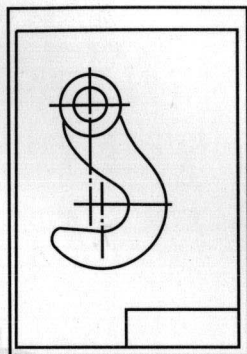

图1-3
4. 用几何作图方法画出图形的轮廓线（找出圆心和切点的位置），如图1-3所示。